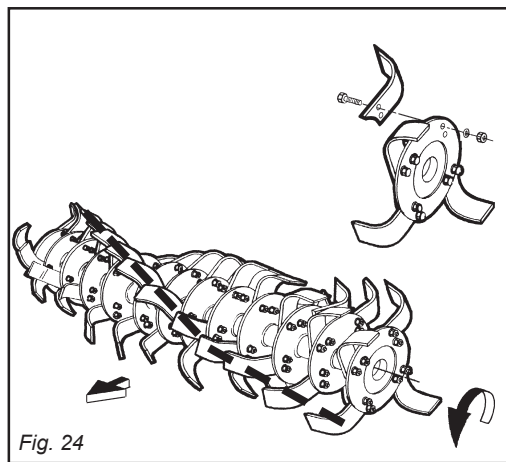

Fig. 24
Le zappette con cui viene equipaggiata la macchina sono adatte per la lavorazione su terreni di normale conformazione. Controllare giornalmente la loro usura o integrità. Qualora durante il lavoro dovessero per cause accidentali piegarsi (o rompersi) è necessario sostituirle immediatamente avendo l'accortezza di rimontare la nuova zappetta nella identica posizione di quella da sostituire (Fig. 24). Se fosse necessario sostituire più zappette, è consigliabile effettuare le operazioni di smontaggio e montaggio, sempre una zappetta alla volta, per evitare così errori di posizione.
Remember to mount the new hoe blade in exactly the same position as the old one (Fig. 24).
Le nouveau coupeau devra être monté exactement dans la position de celui à remplacer (Fig. 24).
Dabei ist zu beachten, daß man das neue Hackmesser an der gleichen Stelle montiert, an der sich das beschädigte befand (Abb. 24). Sollten gleich mehrere Hackmesser zu ersetzen sein, sollte man jeweils ein Hackmesser ein- und ausbauen, um eine falsche Einbau-position zu vermeiden.
Si durante el trabajo por eventuales accidentes se doblan o rompen es necesario sustituirlas inmediatamente prestando atención de montar la nueva azadilla en la idéntica posición de la precedente (Fig. 24).
I bulloni che fissano le zappette devono avere la testa dalla parte delle zappette e il dado con relativa rondella dalla parte della flangia (Fig. 24). Rispettare i valori delle coppie di serraggio come indicato in tabella pag.28. Se si devono sostituire le zappette, fare attenzione che le nuove assumano la posizione di quelle smontate (Fig. 24).
*The heads of the bolts fixing the hoe blades in place must be on the side of the hoe blades themselves, while the nut with relative washer must be on the flange side (Fig. 24). Apply the tightening torques as listed in the Chart on page 28. If the hoe blades must be changed, remember to set the new blades in the same positions as the demounted ones (Fig. 24).*
Les boulons de fixation des couteaux doivent avoir la tête côté couteau et l'écrou avec la rondelle côté flasque (Fig. 24). Respecter les valeurs des couples de serrage, voir tableau à la page 28. En cas de remplacement des couteaux, veillez surtout à ce que les nouveaux couteaux occupent les positions de ceux démontés (Fig. 24).
*Die Schrauben, mit denen man die Hackmesser befestigt, müssen den Kopf auf der Seite des Hackmessers und die Mutter mit der Unterlegscheibe auf der Flanschseite haben (Abb. 24). Die Werte des Abzugsmoments beachten, das in der Tabelle auf Seite 28 angegeben ist. Wenn man die Hackmesser ersetzen muß, darauf achten, daß die neuen in der Position der ersetzen am Hackstern angebracht werden (Abb. 24).*
Los bulones que fijan las azadillas deben tener la cabeza de la parte de las azadillas y la tuerca con la relativa arandela de la parte de la brida (Fig.24). Respetar los valores de los pares de torsión según lo indicado en las tablas de pag. 28. Cuando sustituimos azadillas respetar la posición de las azadillas desmontadas (Fig. 24).